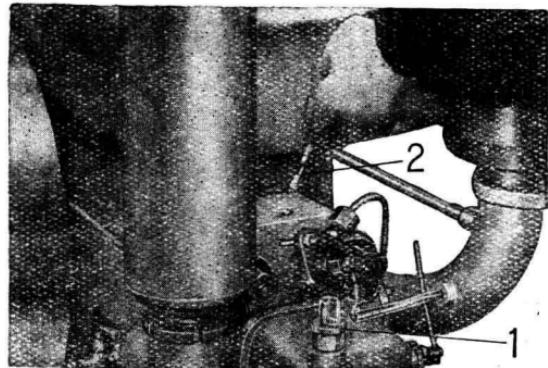

图 9 点燃纸烟帮助起动
6. 如气候寒冷，可将卷好的软纸，装在纸插螺栓上，点燃后旋入气缸盖，以助起动(图9)。